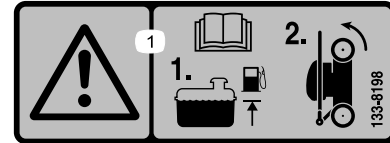

Figura 20
1. Assicuratevi che il livello del carburante nel serbatoio del carburante non sia superiore a quello raccomandato dal produttore del motore; fate riferimento all'adesivo del produttore del motore sul motore stesso (Figura 20).